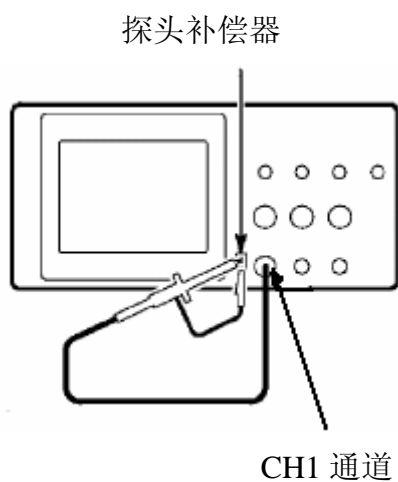

图 5: 接入探头
把探头端部和接地夹接到探头补偿器的连接器上。见图 5。
- 1、 将探头菜单衰减系数设定为 **10X**，将探头上的开关设定为 **10X**，并将示波器探头与CH1通道连接。如使用探头钩形头，应确保与探头接触紧密。将探头端部与探头补偿器的信号输出连接器相连，基准导线夹与探头补偿器的地线连接器相连，然后按 **自动设置**。见图5。